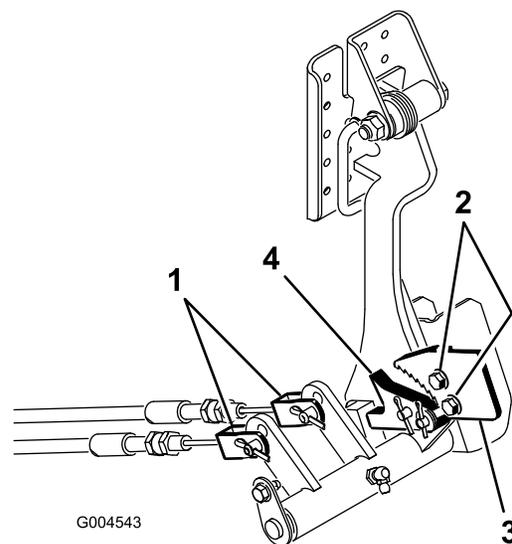

Figura 75
2. Solte os 2 parafusos que prendem a lingueta do travão de estacionamento à estrutura (Figura 75).
3. Carregue no pedal do travão para a frente até o detentor do estacionamento engatar completamente na lingueta do travão (Figura 75).
1. Retire os contrapinos e os pinos de forquilha que prendem os cabos do travão na haste do pedal do travão (Figura 75).